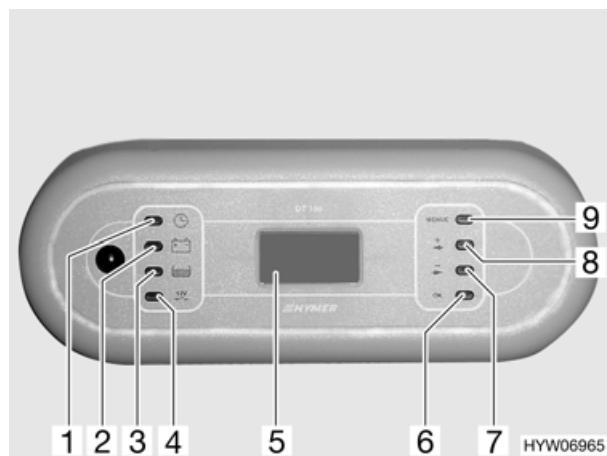

Bild 60 Panel (Camp)
Der Elektroblock arbeitet nur in Verbindung mit dem Panel (Bild 60 bzw. Bild 65).
- Wenn nötig, mit dem 12-V-Hauptschalter (Bild 60,4 bzw. Bild 65,8) die 12-V-Versorgung für kurzzeitigen Betrieb wieder einschalten. Dies ist aber nur möglich, wenn die Batteriespannung über 11 V liegt. Liegt die Spannung darunter, kann die 12-V-Versorgung erst wieder eingeschaltet werden, wenn die Wohnraumbatterie geladen wurde.
Der 12-V-Hauptschalter (Bild 60,4) schaltet das Panel und die 12-V-Versorgung des Wohnraums ein und aus.
- Taste (Bild 60,4) drücken: Die 12-V-Versorgung des Wohnraums ist eingeschaltet. Die LCD-Anzeige (Bild 60,5) zeigt das Grund-Menü und ist 20 Sekunden lang beleuchtet.
- Taste (Bild 60,4) drücken: Die 12-V-Versorgung des Wohnraums ist ausgeschaltet. Die LCD-Anzeige erlischt.
Das Grund-Menü (Bild 61) erscheint immer nach dem Einschalten mit dem 12-V-Hauptschalter (Bild 60,4). Bei Tastenbetätigung wird die LCD-Anzeige automatisch beleuchtet.
- Taste (Bild 60,1) drücken: Das Grund-Menü erscheint.
- Taste (Bild 60,2) drücken: Das Batterie-Menü (Bild 62) erscheint.
- Taste (Bild 60,3) drücken: Das Tank-Menü (Bild 63) erscheint.
- Taste (Bild 60,9) drücken: Das Einstellungs-Menü (Bild 64) erscheint.
- Mit den Tasten (Bild 60,7 und 8) die Uhrzeit anwählen und mit Taste (Bild 60,6) zum Ändern auswählen.
- Mit den Tasten (Bild 60,7 und 8) Minuten oder Stunden anwählen und warten, bis die ausgewählte Anzeige blinkt.
- Mit den Tasten (Bild 60,7 und 8) die jeweilige Zahl verändern und mit Taste (Bild 60,6) bestätigen. Jetzt kann erneut eine Auswahl zum Ändern getroffen werden.
- Mit der Taste (Bild 60,6) die eingestellte Uhrzeit bestätigen.
- Mit den Tasten (Bild 60,7 und 8) das Datum anwählen und mit Taste (Bild 60,6) zum Ändern auswählen.
- Mit den Tasten (Bild 60,7 und 8) Tag, Monat oder Jahr anwählen und warten, bis die ausgewählte Anzeige blinkt.
- Mit der Taste (Bild 60,6) das eingestellte Datum bestätigen.